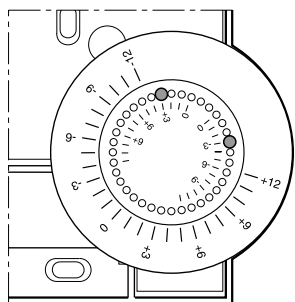

Abb. 6: Verstellbereich begrenzen
- ▶ Versetzen Sie die zwei kleinen Stifte in den Löchern des Stellrads, um den Verstellbereich zu begrenzen (siehe Abb. 6). Orientieren Sie sich dabei an der inneren Skala: Im Abb. 6, sind die Stifte so eingestellt, dass sich das Stellrad nur um  $\pm 3\text{ }^{\circ}\text{C}$  um den Nullpunkt verstellen lässt.